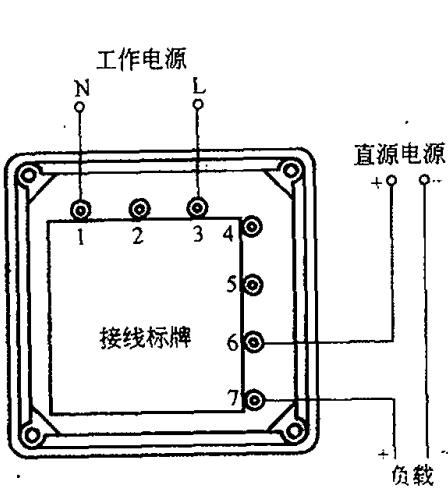

图 75 SHD130/SHD140 系列直
75. SHD130/SHD140 系列数字直流电流表接线图 (见图 75)